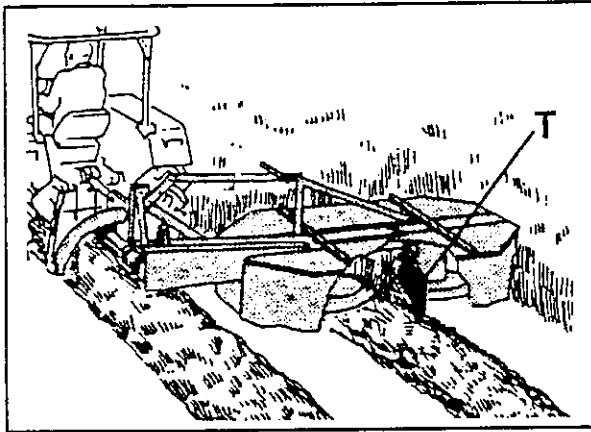

Bild 6-9
Damit Sie auch bei größeren Reifenbreiten und Spurbreiten Ihres Traktors nicht über den gemähten Schwad fahren müssen, ist ein Trennblech (Schwadformer) als Sonderausrüstung lieferbar. Mit dem Trennblech (T) (Bild 6-9) erhalten Sie immer eine saubere Trennung des gemähten vom stehenden Gut.